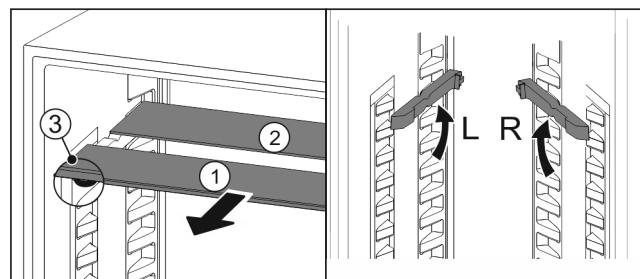

Fig. 140
- ▶ Sortir les tablettes par l'avant Fig. 140 (1).
- ▶ La tablette en verre Fig. 140 (1) avec bordure décorative est située à l'avant.
- ▶ Les butées Fig. 140 (3) sont orientées vers le bas.